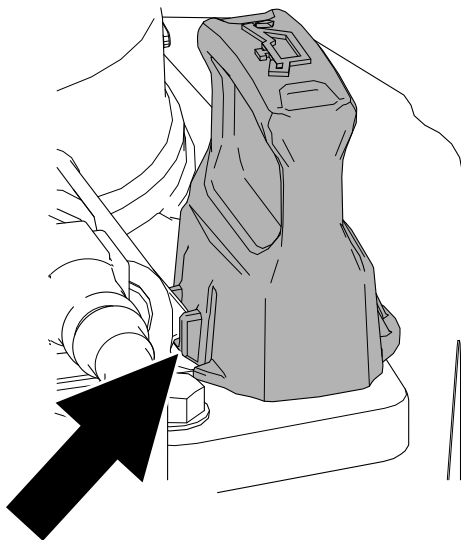

Figura 38
5. Instale la varilla a fondo y asegúrese de que quede enganchado (**Figura 38**).
10. Instale la varilla a fondo y asegúrese de que quede enganchado (**Figura 38**).